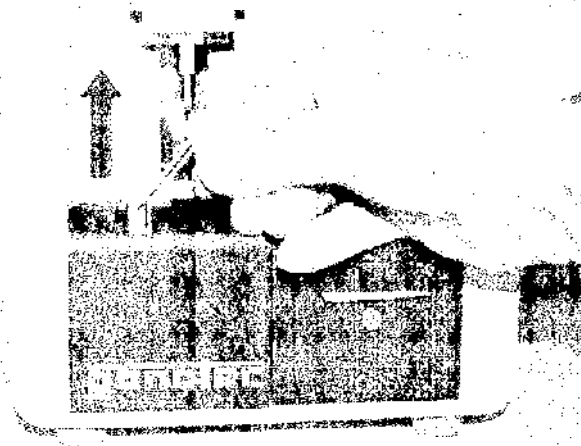

Рис. 104: Надвешивание измерительного сосуда
2. Для защиты термистора термисторный зонд закрывается измерительным сосудом (рис. 104/1). При этом крышка измерительного сосуда должна смотреть вперед.